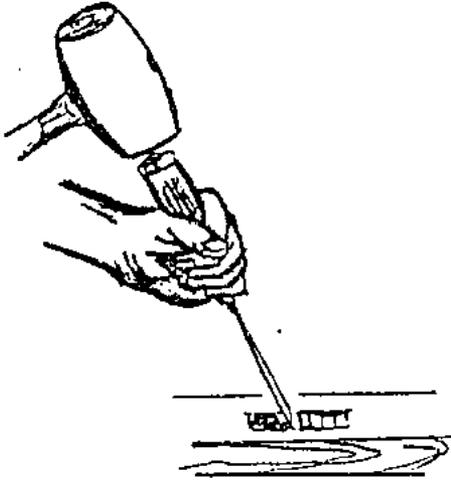

Fig.50
- b) Al trabajar, golpear con mazo, no con martillo (fig. 50).